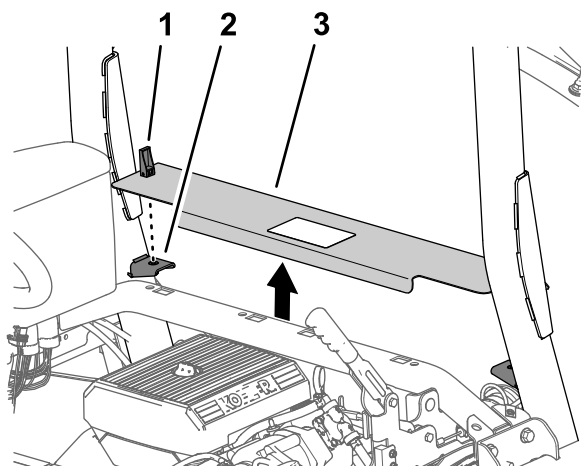

图 9
1. 向上旋转发动机检修门门锁的手柄图 9。
2. 提起发动机检修门将其从机器上卸下图 9。